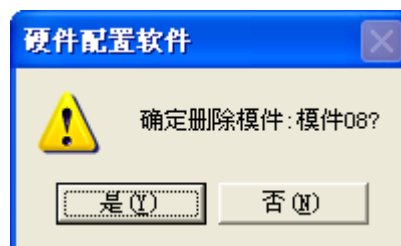

图 8-223 是否删除确认框
- 在硬件诊断控件中删除 IO 模块，如图 8-218 所示，点击硬件诊断控件右上角的 “” 按钮，弹出删除确认的对话框，如图 8-223 所示。